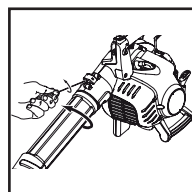

Fig. 03
4. Puxe o tubo superior da saída do soprador (Fig. 03).